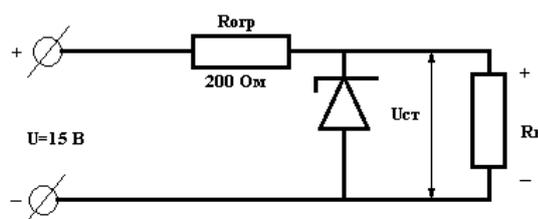

Рис. 2
10. В схеме стабилизации (рис.2) напряжения на нагрузке определите сопротивление нагрузки и мощность, выделяемую на ней при использовании разных стабилитронов, если напряжение стабилизации